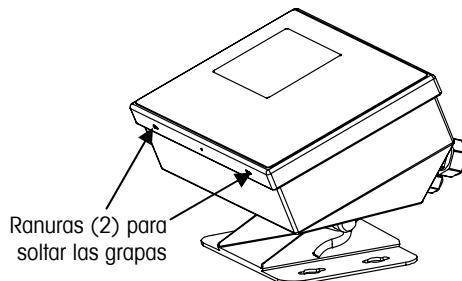

Figura 2-1: Acceso a la terminal de unidad IND310
1. Introduzca la punta de un destornillador plano en una de las dos ranuras ubicadas en la parte inferior del conjunto del panel frontal (ver Figura 2-1) y empuje suavemente hacia la caja. Se producirá un sonido “pop” al soltarse la tapa.